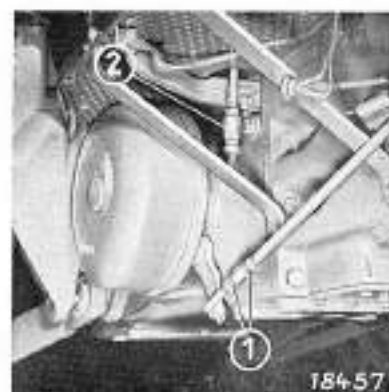

Figure 83
L'efficacité du frein à main devrait être ressentie dès que le levier d'actionnement se trouve encore sur le premier tiers du cliquet de verrouillage; pour autant que le levier devrait être actionné davantage, réajuster le frein en agissant sur le tendeur fileté (2). Fig. 83 —